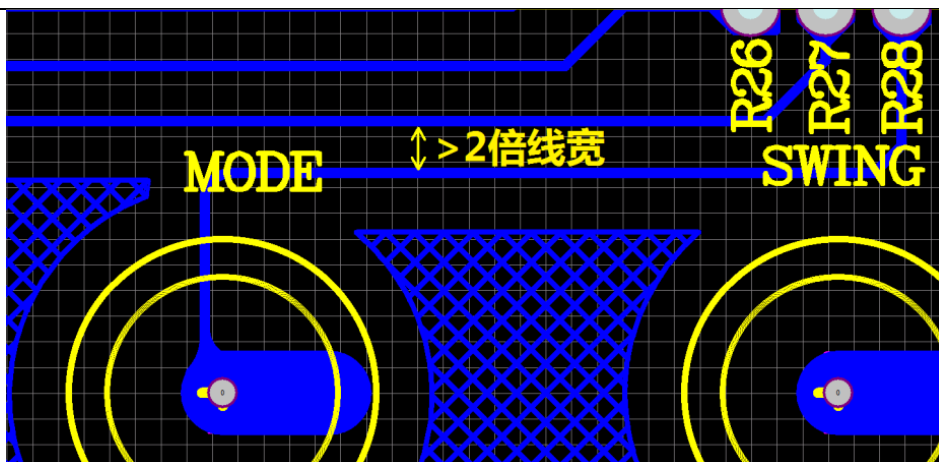

图 14
- 5) 按键走线间的间距尽量大，尽可能的保证在 2 倍线宽以上，最小不能小于 1 倍线宽。如图 14 所示：